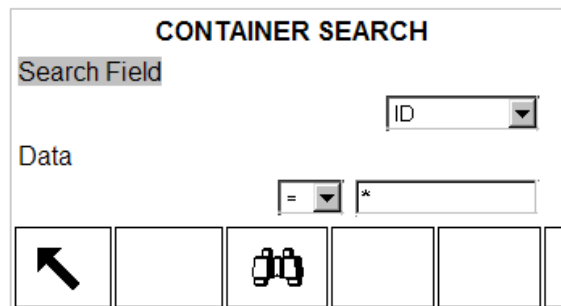

Figura B-1: Pantalla de búsqueda de la tabla de tara de los recipientes
1. Presione la tecla programable TABLA DE TARA DE RECIPIENTES  para visualizar la pantalla de búsqueda como se muestra en la Figura B-1.